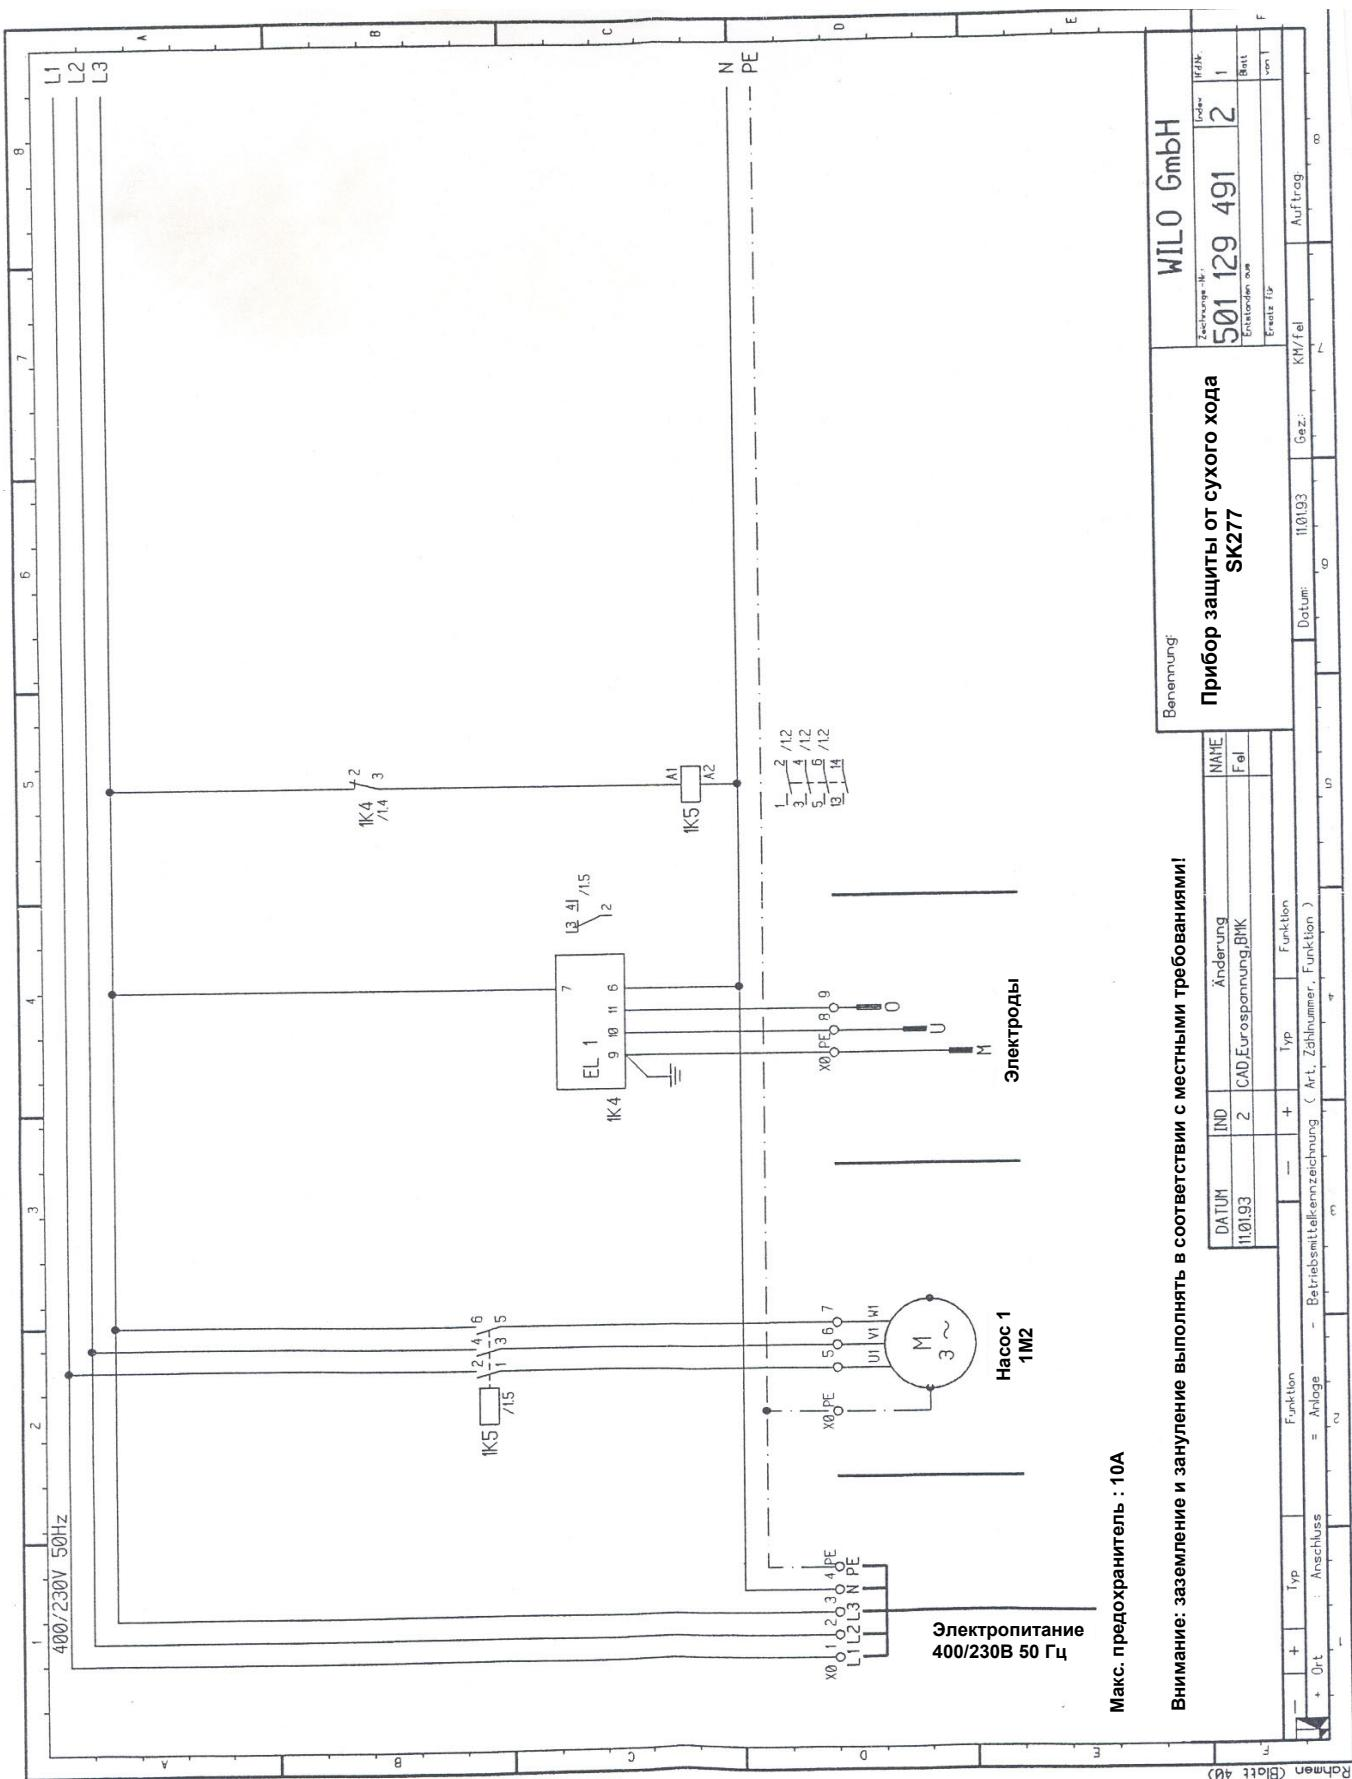

Рис. 1
Прибор защиты от сухого хода SK277 (рис.1) монтируется на стене и имеет клеммы для подключения электропитания, насоса и 3 электродов. Прибор имеет электродное реле, при помощи которого происходит настройка чувствительности электродов или жесткости воды. Включение/Отключение насоса:
- Обозначение клеммной колодки X0 (см. Электрическую схему рис.1):